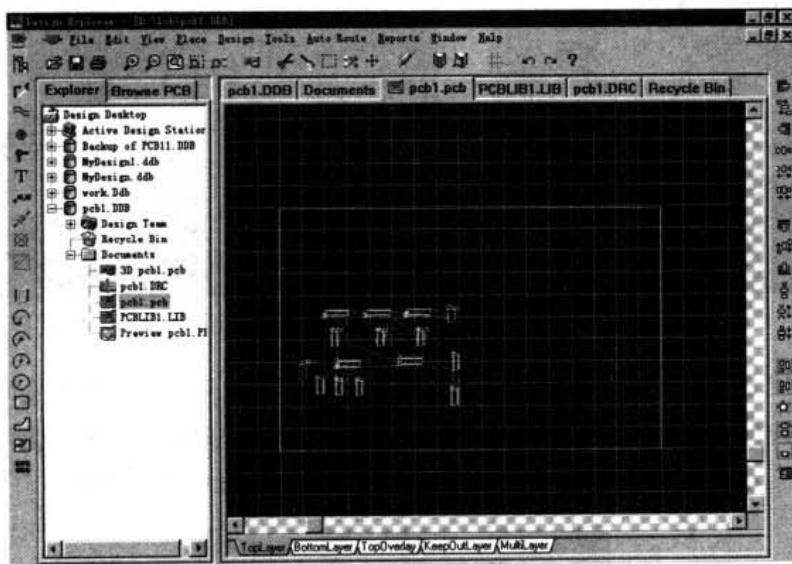

图 13-1 PCB 文件打开对话框
- (1) 运行 Protel 99 SE，在如图 13-1 所示的界面中，单击左边设计导航树中的 pcb1.DDB 前的图标 ，弹出文件目录，在文件目录中单击需手工定位的 PCB 文件，再调整当前状态到 PCB 板设计状态。